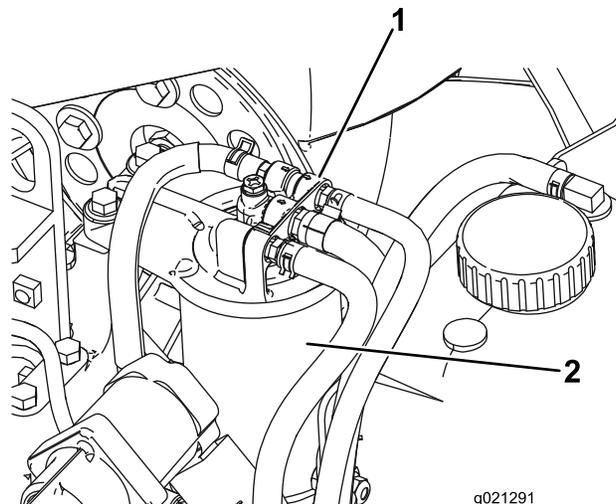

Figura 84
2. Limpe a zona em torno da cabeça do filtro de combustível (**Figura 84**).
3. Retire o filtro e limpe a superfície de montagem da cabeça do filtro (**Figura 84**).